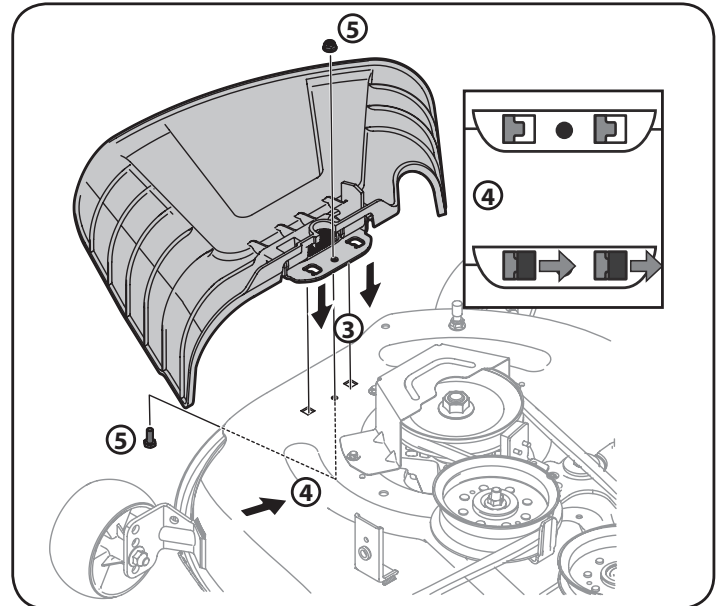
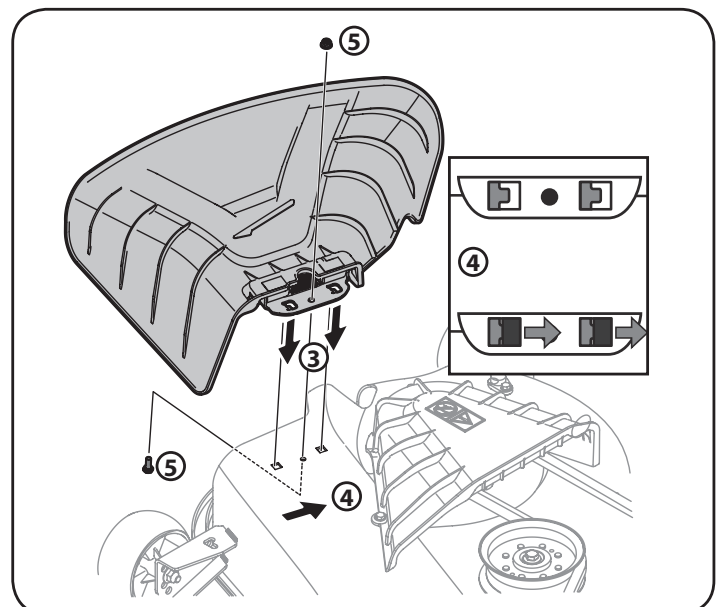

Figure 1 (42'')
Figure 2 (50" & 54'')
3. Place the chute deflector on the deck, be sure to insert the tabs on the chute deflector into the holes on the deck. See Fig. 1 or Fig. 2.
4. When the tabs are installed in the deck, slide the chute deflector toward the rear of the tractor until the bolt hole in the chute deflector aligns with the hole in the deck. See Fig. 1 or Fig. 2.
5. Secure the chute deflector in place with the flange lock nut and hex screw removed in step 2. Tighten to 102-124 in-lbs. Fig. 1 or Fig. 2.
3. Placez la goulotte d'éjection sur le plateau de coupe en insérant les pattes de la goulotte d'éjection dans les trous du plateau de coupe. Voir Fig. 1 or Fig. 2.
4. Lorsque les pattes sont insérées dans les trous du plateau de coupe, glissez la goulotte d'éjection vers l'arrière de l'appareil jusqu'à ce que le trou du boulon sur la goulotte d'éjection s'aligne avec le trou du plateau de coupe. Voir Fig. 1 or Fig. 2.
5. Fixez la goulotte d'éjection en place avec l'écrou autobloquant à bride et le boulon hexagonal retirés à l'étape 2. Serrez-les à un couple de 102-124 po-lb. Fig. 1 or Fig. 2.